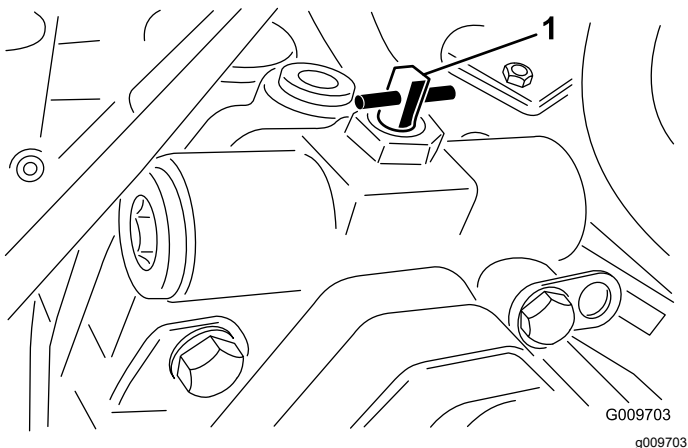

Figure 64
3. Tournez la vanne de dérivation à 90° (un quart de tour) dans un sens ou dans l'autre pour l'ouvrir et faire dériver le liquide à l'intérieur (Figure 64).
2. Tournez la vanne de dérivation à 90° (un quart de tour) dans un sens ou dans l'autre pour l'ouvrir et faire dériver le liquide à l'intérieur (Figure 64).